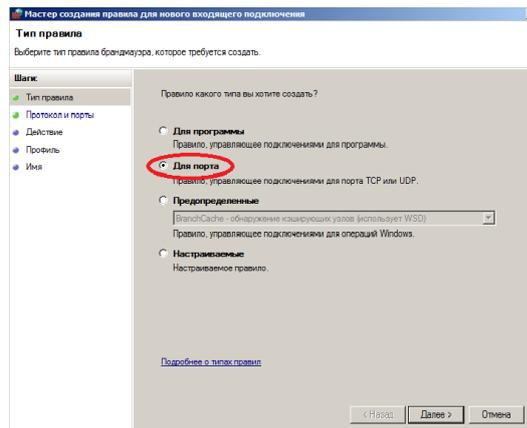

Рисунок 25 — Выбор типа правила Для порта
4) Выберите тип правила Для порта (см. рисунок 25).